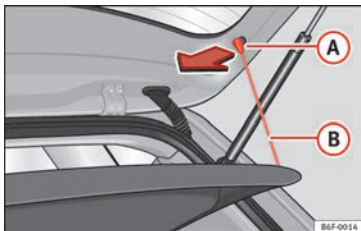

Fig. 163 Nel bagagliaio: smontare e montare il ripiano.
- Sganciare i tiranti di sostegno » **fig. 163** **B** dagli alloggiamenti **A**.
- Agganciare i tiranti di sostegno » **fig. 163** **B** nel portellone posteriore.